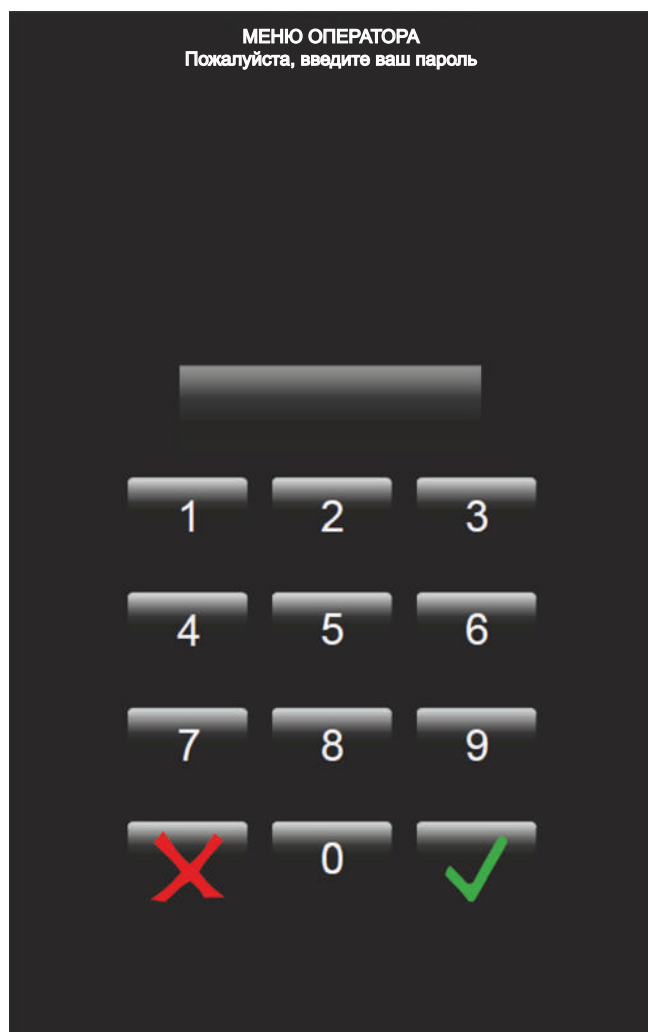

Рисунок 63 - Пароль
**Примечание:** Страница для ввода пароля отображается только тогда, когда пароль был задан (см.рис.63). По умолчанию пароль не установлен.